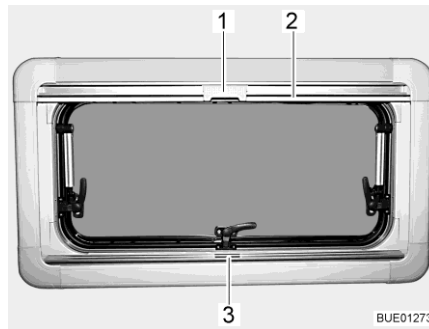
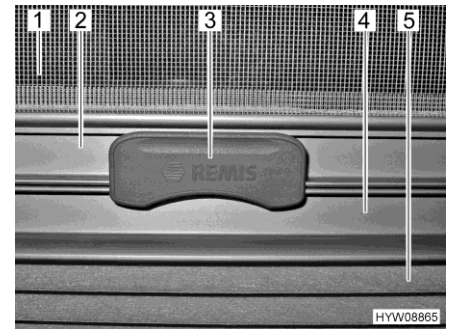

Bild 19 Överkantshängt fönster
Bild 20 Spärr
Plisségardinen (Bild 20,5) finns i den nedre rullgardinskassetten.
- Ta tag i mitten på plisségardinens list (Bild 19,3 och Bild 20,4) och drag den nerifrån och uppåt och släpp den vid önskad höjd. Plisségardinen stannar på denna höjd.
Insektsnätet (Bild 20,1) finns i den övre rullgardinskassetten.
- Drag, med listen (Bild 19,2 och Bild 20,2), ner insektsnätet tills listen stöter mot plisségardinen (Bild 20,4).
- Lås fast insektsnätets spärr (Bild 19,1 och Bild 20,3) på plisségardinens list. När spärren är låst, kan plisségardinen och insektsnätet justeras samtidigt.
- Tryck spärren (Bild 20,3) på insektsnätet uppåt.
- För långsamt tillbaka insektsnätet med listen (Bild 19,2).